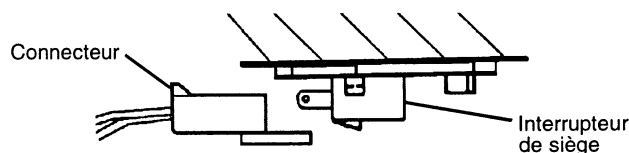

FIGURE 5
- Connecter le connecteur du siège de l'utilisateur sur l'interrupteur situé au-dessous du siège. S'assurer que le connecteur se verrouille dans l'interrupteur (voir Fig. 5).